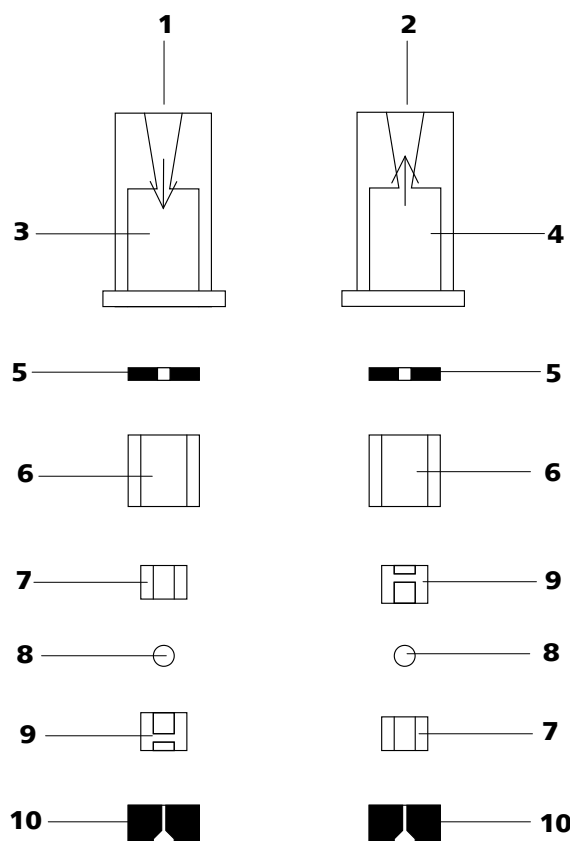

图 41 进口阀和出口阀的组成部分
- 进口阀和出口阀的组成部件均相同，只是排布不同（参见图41，第67页）。
- 按正确顺序将其他的阀门组件（参见图 41，第 67 页）依次放好。
若并非如此，则必须再次拆分阀门，并正确组装（参见图41，第67页）。